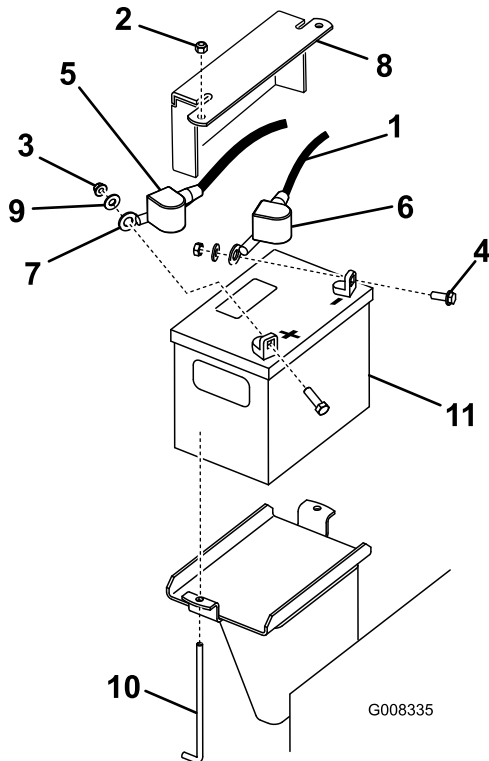

Bild 53
3. Nehmen Sie die Gummiabdeckung vom Minuskabel ab. Klemmen Sie zunächst das Minuskabel vom Minuspol (-) der Batterie ab (Bild 53).
4. Ziehen Sie die rote Polkappe vom (roten) Pluspol der Batterie ab. Ziehen Sie dann das (rote) Pluskabel ab (Bild 53).
5. Entfernen Sie die Niederhalteplatte, die J-Schrauben und Sicherungsmuttern, mit denen die Batterie befestigt ist (Bild 53). Entfernen Sie die Batterie.
- Schließen Sie das Pluskabel (Rot) der Batterie mit den vorher entfernten Befestigungen am Pluspol (+) der Batterie an (Bild 53).
- Schließen Sie das Minuskabel (Schwarz) der Batterie mit den vorher entfernten Befestigungen am Minuspol (-) der Batterie an (Bild 53).
- Befestigen Sie die Batterie mit der Stange und den Flügelmutter (Bild 53).